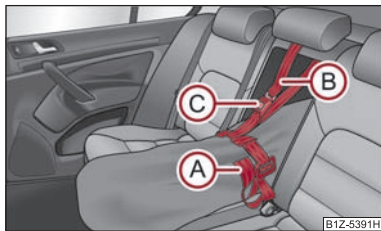

Fig. 101 Asigurarea sacului de transport demontabil
- Strângeți banda (A) de capătul liber, în jurul schiurilor, în faa legăturilor ⇒ **fig. 101**.
- Introduceți banda de asigurare (B) prin orificiul din spătarul scaunului, în jurul părții de sus a spătarului.
- Introduceți banda de asigurare (B) în încuietorea (C) până se fixează cu zgomot.